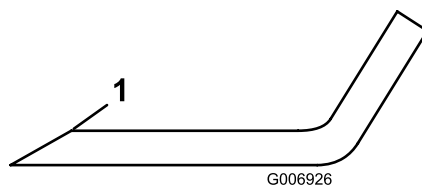

Figure 34
1. Au moyen d'une lime, aiguisiez les tranchants aux deux extrémités de chaque lame (Figure 34). Veillez à conserver l'angle de coupe d'origine. Limez la même quantité de métal sur les deux tranchants pour ne pas déséquilibrer la lame.